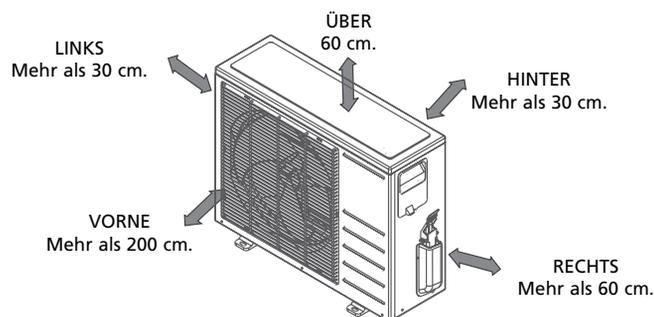

Fig. 2
- Achten Sie darauf, dass hinter dem Gerät und links daneben ein Abstand von mindestens 30 cm vorhanden ist. Achten Sie darauf, dass der Abstand vor dem Gerät mindestens 200 cm und daneben an der Anschlussseite (rechte Seite) mindestens 60 cm beträgt. (siehe Abbildung 2)